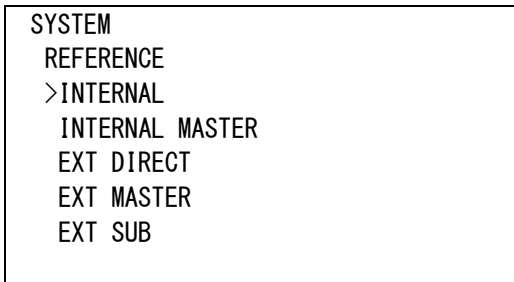

図4-82 オンスクリーンメニュー(REFERENCE例)
1) SYSTEM メニューで「REFERENCE[REF]」を選択し、**ENTER** ボタンを押すと図 4-82 のような設定メニューが表示されます。